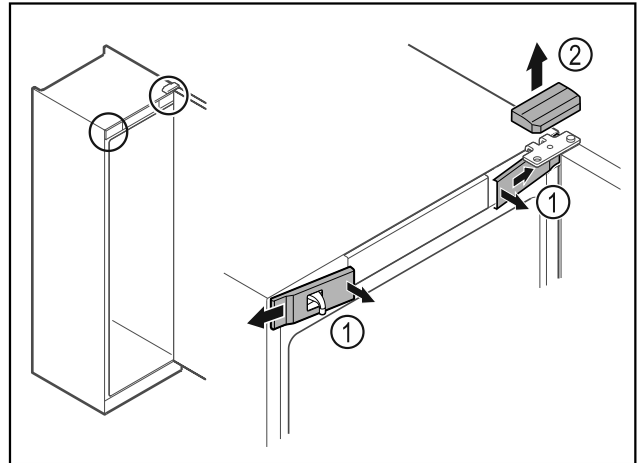

Fig. 11
- ▶ Vordere Abdeckungen Fig. 11 (1) innen ausrasten und zur Seite abnehmen.
- ▶ Obere Abdeckung Fig. 11 (2) nach oben abnehmen.